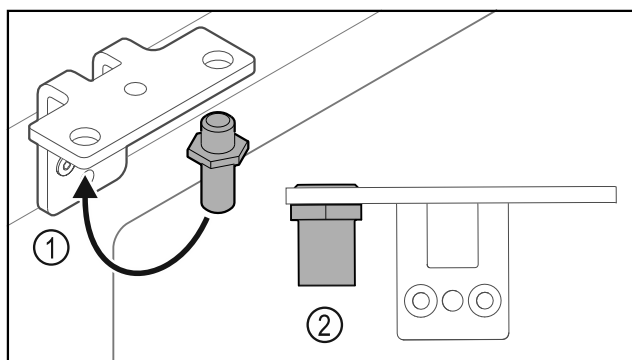

Fig. 13
- Spostare il perno Fig. 13 (1) nella cerniera angolare.
- Serrare il perno Fig. 13 (2) con una **coppia di 12 Nm**.